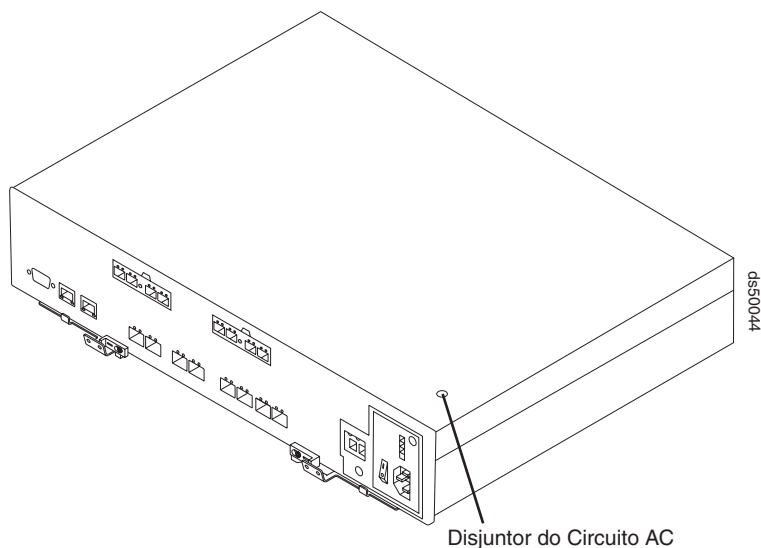

Figura 102. Orifício de Acesso aos Disjuntores
8. Insira um estilete não-condutivo pelo orifício apropriado na tampa do controlador e pressione-o cuidadosamente para baixo. O Figura 102 na página 174 mostra o local do orifício de acesso do disjuntor de circuito na tampa do controlador B.
Nota: Quando os controladores A e B são inseridos nos slots do controlador, o local do orifício de acesso do disjuntor do circuito é o seguinte. No controlador A, o orifício de acesso do disjuntor de circuito está localizado na lateral esquerda na parte inferior do controlador. No controlador B, o orifício de acesso do disjuntor de circuito está localizado na lateral direita, na parte superior do controlador (como mostrado em Figura 102 na página 174).